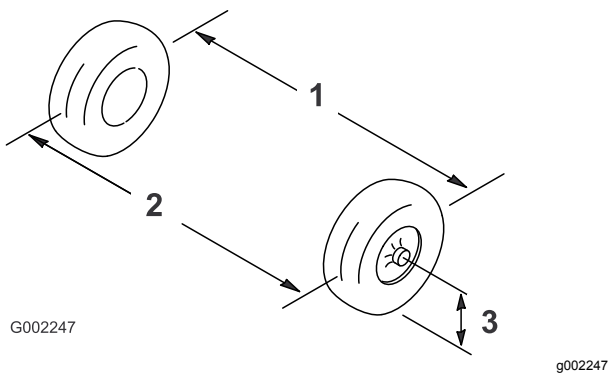

Bild 83
2. Messen Sie den Abstand zwischen beiden Vorderreifen auf Achshöhe (an der Vorder- und Rückseite der Vorderreifen) (Bild 83).